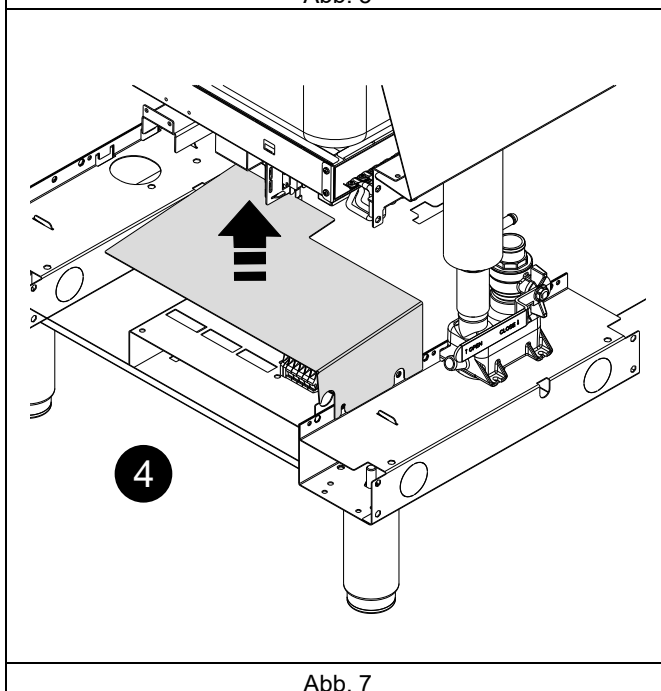

Abb. 7
4. Die Schrauben an der Schutzabdeckung der Klemmenleiste lösen, um die Abdeckung nach oben zu schieben (siehe Detailzeichnung 4 – Abb. 7).